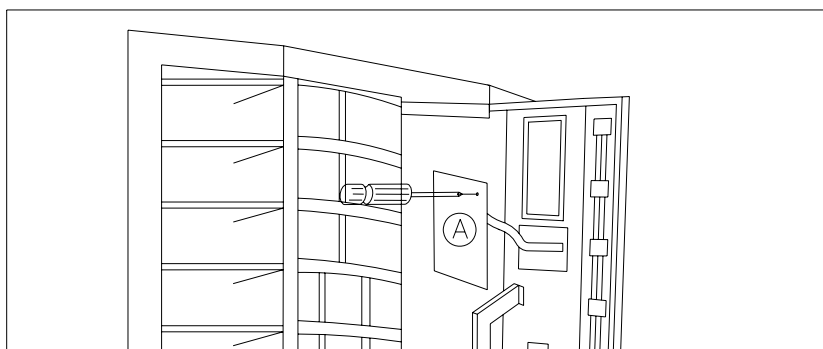

ABB. 14
- 2) Tür öffnen, den Kugelgriff(A) abschrauben und die kleine Kette (B) entspannen (siehe ABB. 14).